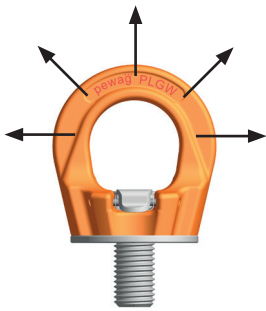

Bild 1: erlaubt
Belastung: Tragfähigkeit lt. Prüfzeugnis bzw. Tragfähigkeitstabelle in den angegebenen Zugrichtungen – siehe Bild 1.
- Belastung darf nur in der vorgegebenen Richtung (siehe Bild 1) mit der Tragfähigkeit lt. Tabelle erfolgen.
- Zugrichtung nicht im vorgegebenen Bereich lt. Bild 1 liegt